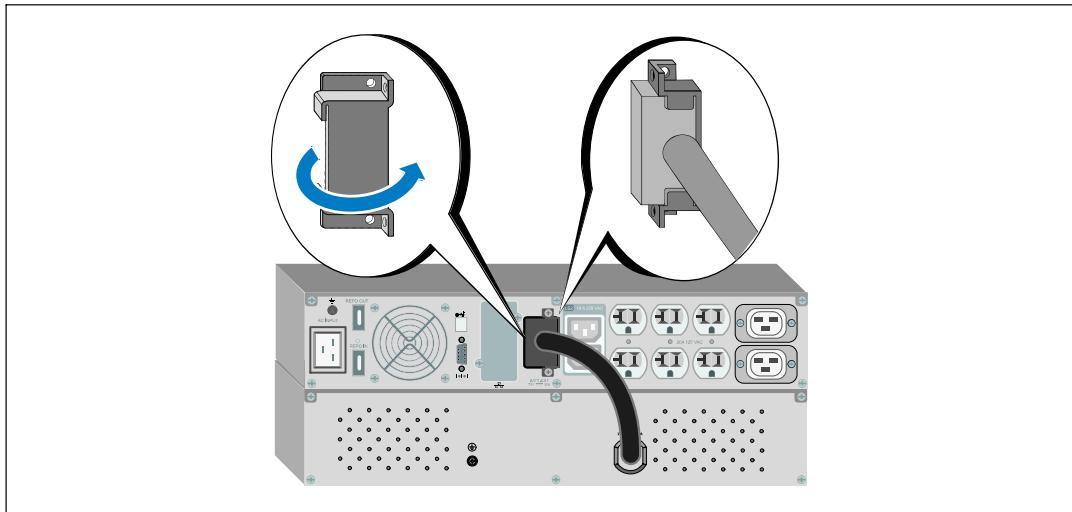

図27. バッテリーコネクタのカバーの取り付け方法
- 2** 張力を逃すため、外付けバッテリーモジュールケーブルの下にバッテリーコネクタカバーを取りつけます（図27を参照）。